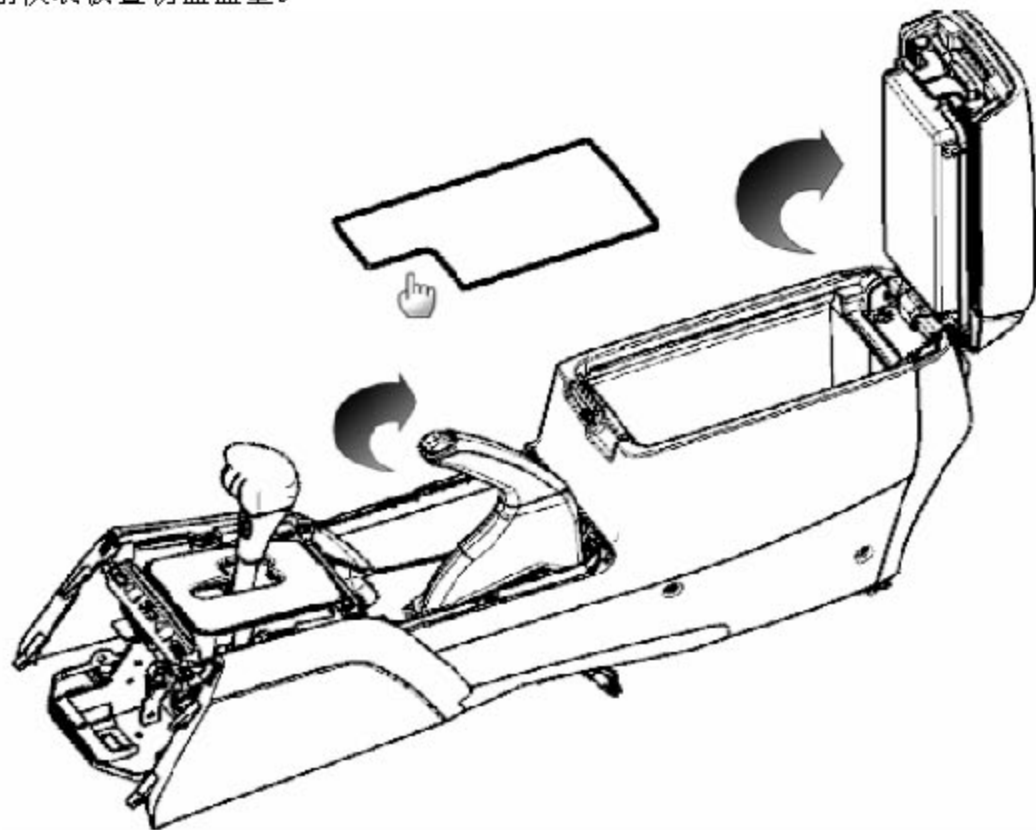

图 5-2-3 副仪表板拆卸
A). 如图 5-2-3 所示：拉上驻车制动手柄，副仪表板扶手开启到最大位置处，取出副仪表板置物盒盖垫。